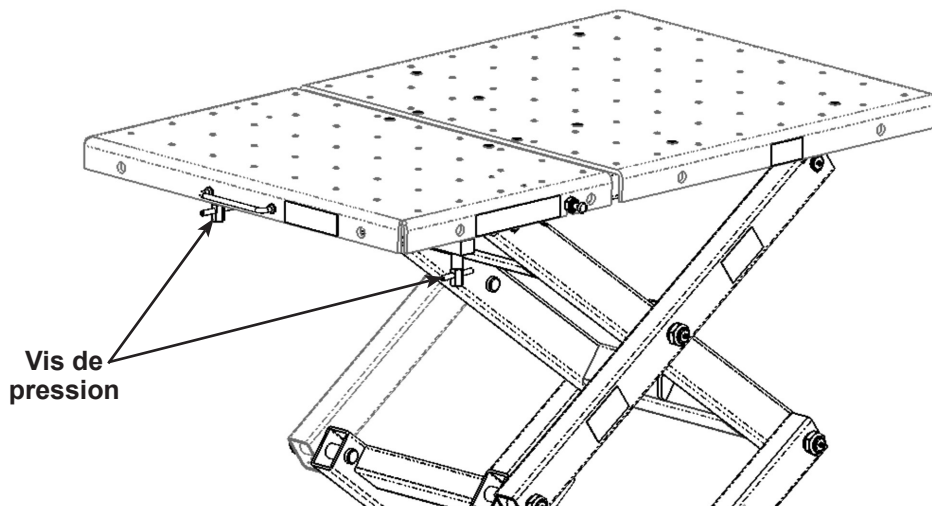

Figure 1
1. Vissez et dévissez entièrement les vis de pression pour vérifier le bon fonctionnement de la fonctionnalité d'inclinaison de la plateforme. Référez-vous à la Figure 1 de la section « Réglage précis de la fonctionnalité d'inclinaison ».
Les vis de pression indiquées sur la Figure 1 permettent à l'utilisateur d'incliner la plateforme avec précision pour faciliter le retrait ou l'installation de composants de véhicule. Cette fonctionnalité permet au total 5 cm (2 po) d'inclinaison à l'avant de la plateforme, ce qui permet de compenser les sols irréguliers des ateliers, les emplacements de fixation difficiles d'accès, etc. Les vis de pression peuvent être actionnées manuellement ou avec une clé ou une douille, selon la charge appliquée.